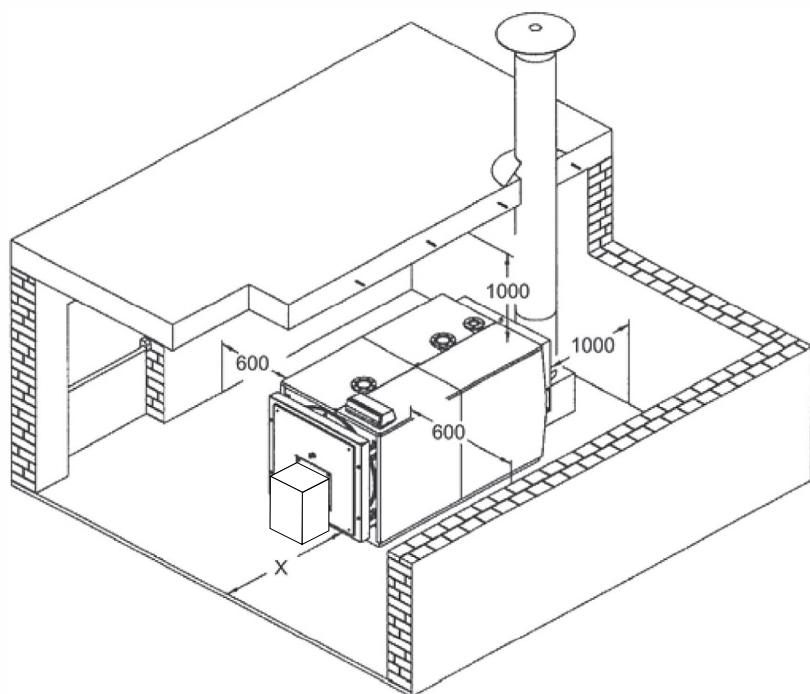

рис.6
5.3 Помещение котельной (рис. 6)